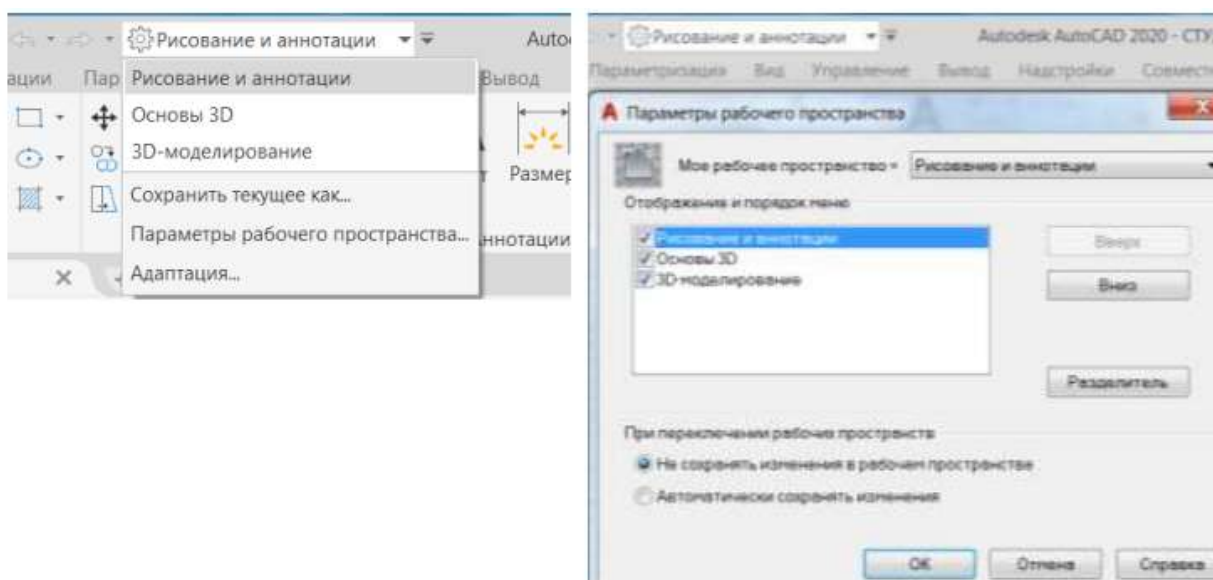

Рисунок 3.11 – Выбор рабочего пространства через панель быстрого доступа
10. AutoCAD включает в себя 3 рабочих пространства: *Рисование и аннотации*, *Основы 3D*, *3D-моделирование*. Рабочее пространство Основы 3D содержит основные инструменты, ориентированные на создание простых тел и их визуализацию, а 3D-моделирование содержит полный комплекс инструментов для создания как и поверхностей, так и объекты 2D-рисования. По умолчанию в AutoCAD установлено пространство *Рисование и аннотации*. Доступ к выбору типа рабочего пространства осуществляется несколькими способами, через: 10.1. Панель быстрого доступа (рисунок 3.11).